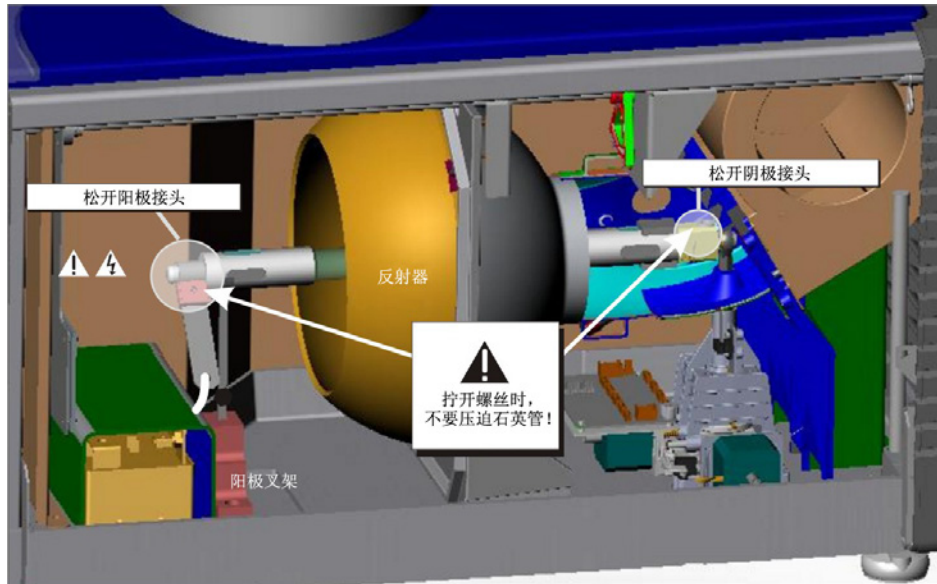

图 4-1 取下旧灯泡
- b. 松开灯泡负极 / 阴极和正极 / 阳极接头上的固定螺丝。确保使用最小扭矩，而且不要压迫石英管。（图 4-1）。